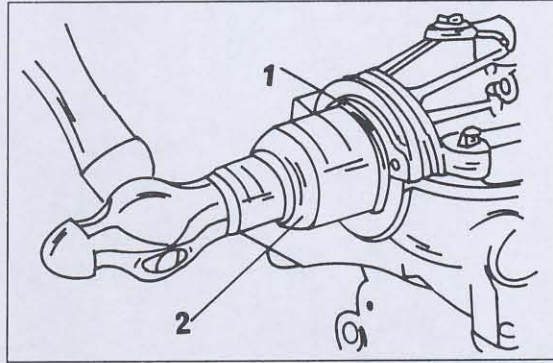

Bild 54
- Innenseite eines neuen Nockenwellendicht-rings mit Öl einschmieren und den Dichtring in den vorderen Lagerdeckel und über die Nocken-welle schlagen. Da dazu normalerweise das in Bild 54 gezeigte Spezialwerkzeug verwendet wird, muss diese Arbeit mit grosser Sorgfalt durchgeführt werden, um die Dichtlippe nicht zu beschädigen.